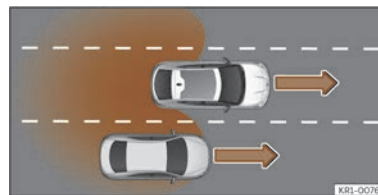

Abb. 153 Überholen auf der mittleren Spur und anschließender Wechsel auf die rechte Fahrbahn.
- Bei Überholung eines anderen Fahrzeugs >>> (**Abb. 153**) mit einer Geschwindigkeitsdifferenz von ca. 10 km/h (6 mph). Erfolgt die Überholung wesentlich schneller, erfolgt keine Anzeige.